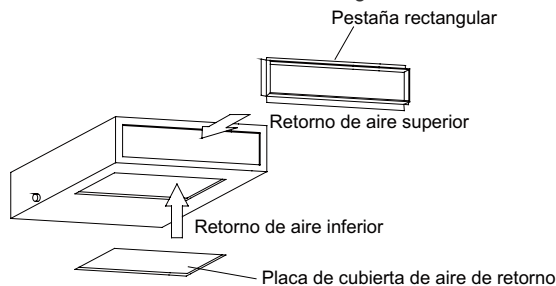

Fig.37
- (2). La ubicación de instalación por defecto de la pestaña rectangular está en la parte trasera y placa cubierta del fondo, como se muestra en la Fig.37 .